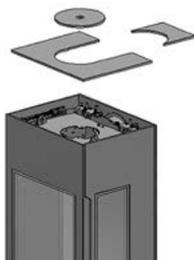

Abb. 6a
1. Dazu entnehmen Sie die oberen Verkleidungsteile der Topplatte. (Abb. 6a).